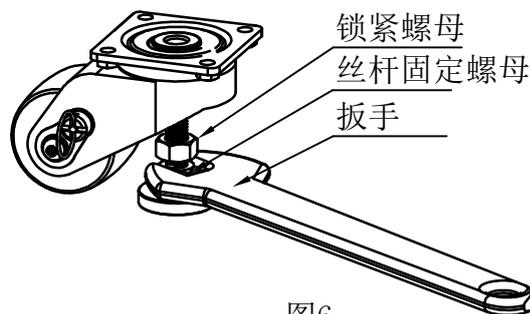

图6
③如图6所示，调节脚杯高度前，需逆时针旋转松开锁紧螺母，再用扳手调节丝杆的固定螺母。脚杯达到预定高度后，顺时针拧紧锁紧螺母。